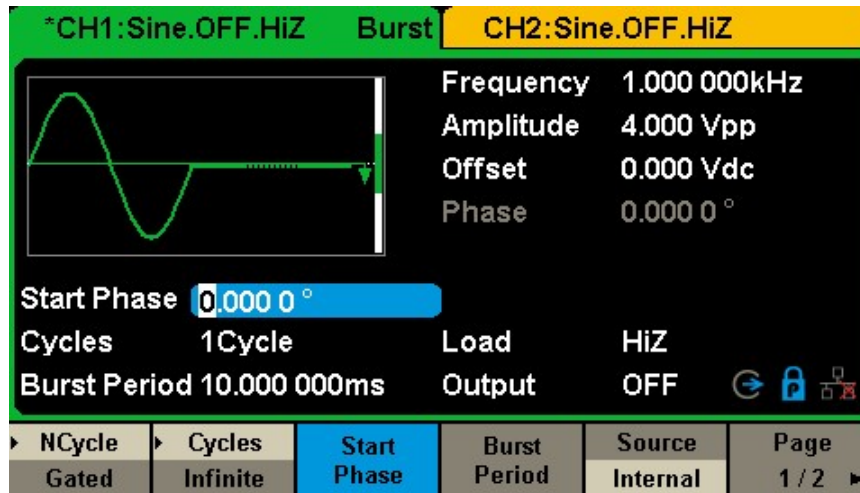
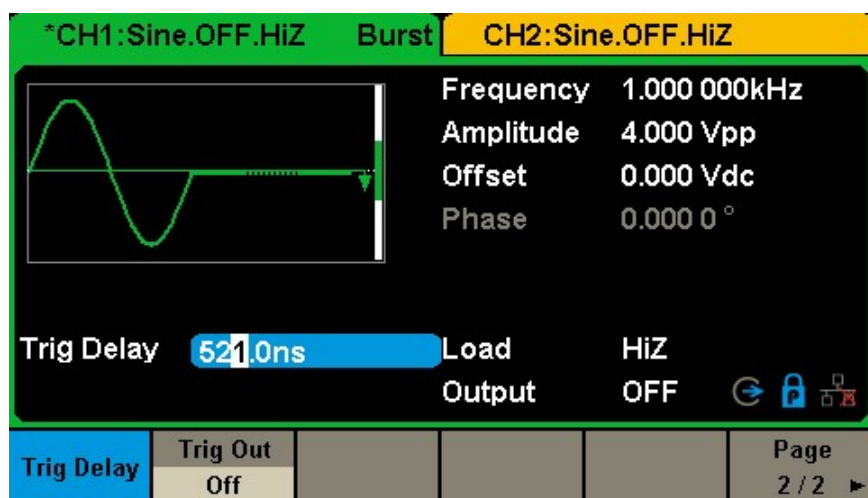

図 2-37 N サイクルバーストインターフェース (1/2 ページ)
図 2-38 N-Cycle Burst インターフェース (2/2 ページ)
**バースト** → **NCycle** → **Cycles** を押下し、テンキーまたは矢印キーとノブを使用して希望のサイクル数を入力します。図 2-37 および図 2-38 に示す操作メニューを使用して波形パラメータを設定します。